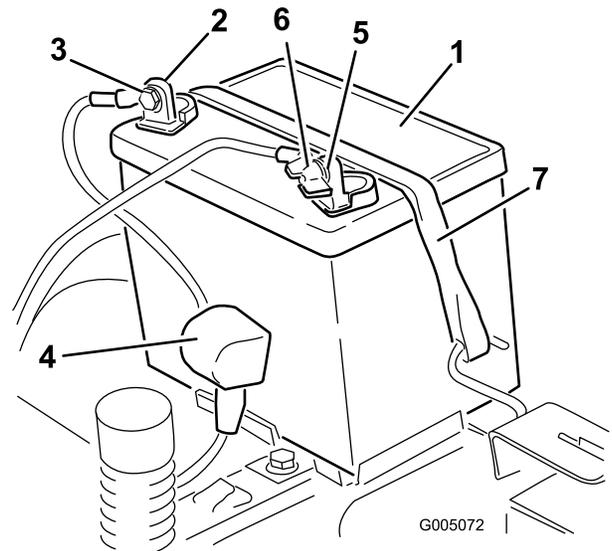

Figura 36
4. Desconecte el cable negativo de tierra (negro) del borne de la batería (Figura 36). Guarde todos los herrajes.
5. Deslice hacia arriba la cubierta de goma del cable positivo (rojo). Desconecte el cable positivo (rojo) del borne de la batería (Figura 36). Guarde todos los herrajes.
6. Retire la correa de sujeción de la batería (Figura 36) y levante la batería para retirarla de su bandeja.
1. Coloque la batería en la bandeja, con los bornes hacia el puesto del operador (Figura 36).
5. Fije la batería con la correa de sujeción (Figura 36).